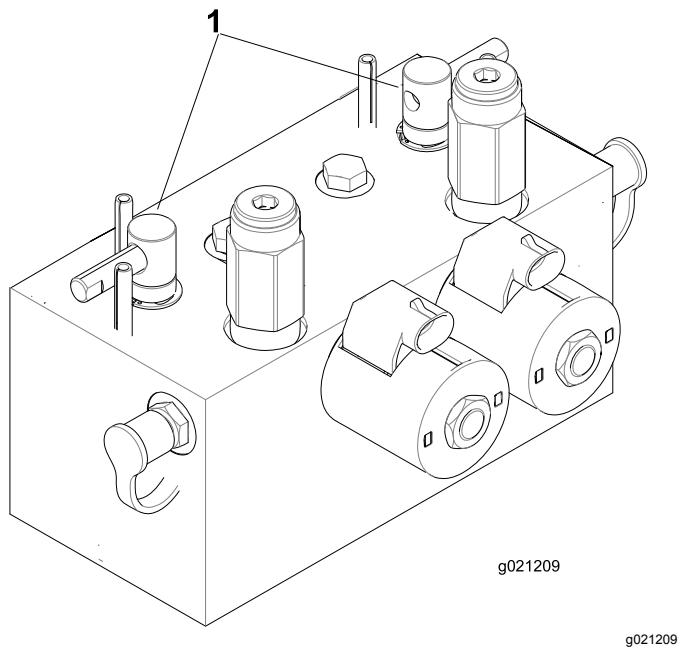

Figure 107
2. Déverrouillez le capot et soulevez-le pour exposer les leviers de rodage (Figure 107).
- Sélectionnez les leviers de rodage avant, arrière ou les deux pour déterminer les unités qui doivent être rodés (Figure 107).